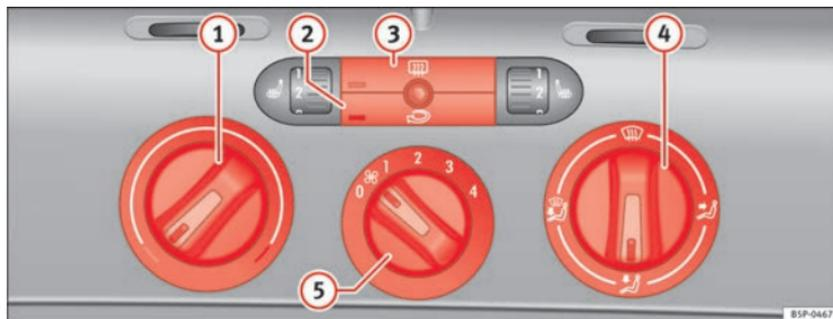

Fig. 126 Comandos do aquecimento no painel de instrumentos
- Com os reguladores ⇒ fig. 126 ① e ④ e com o comando ⑤ é ajustada a temperatura, a distribuição do ar e o nível do ventilador.
- Premir o respectivo botão ② ou ③, para ligar e desligar uma função. Quando a função está activa, a janela que se encontra no canto inferior esquerdo do botão ilumina-se.